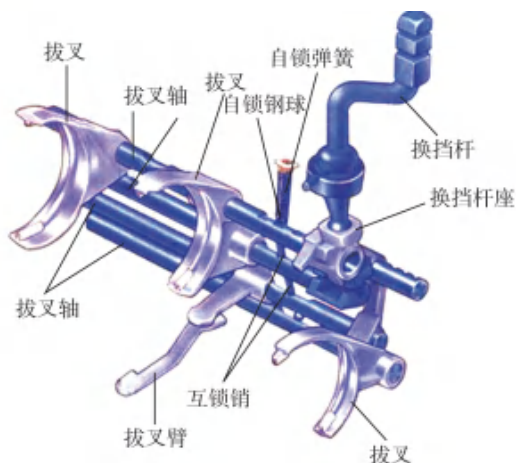

图 2-12 直接操纵式操纵机构
1) 直接操纵式。直接操纵式变速传动机构(见图 2-12)布置在驾驶员座椅附近,操纵杆由驾驶室底板伸出,驾驶员可以直接操纵。此类操纵机构结构简单,操纵方便,换挡平稳,手感好。